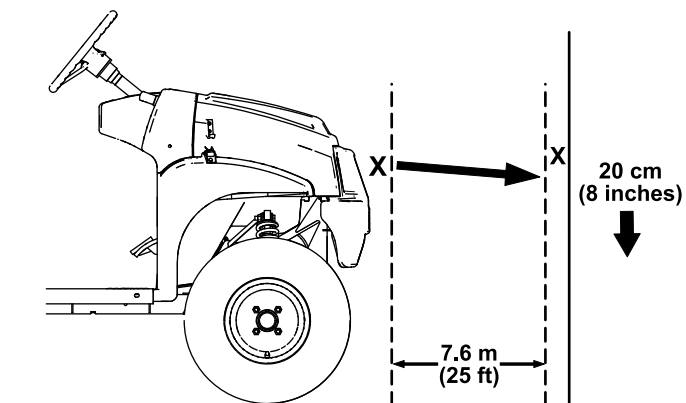

Figura 49
- Estacione a máquina numa superfície nivelada com os faróis a cerca de 7,6 m de uma parede (Figura 49).
A parte mais brilhante do feixe do farol deve estar 20 cm abaixo da marca colocada na parede (Figura 49).